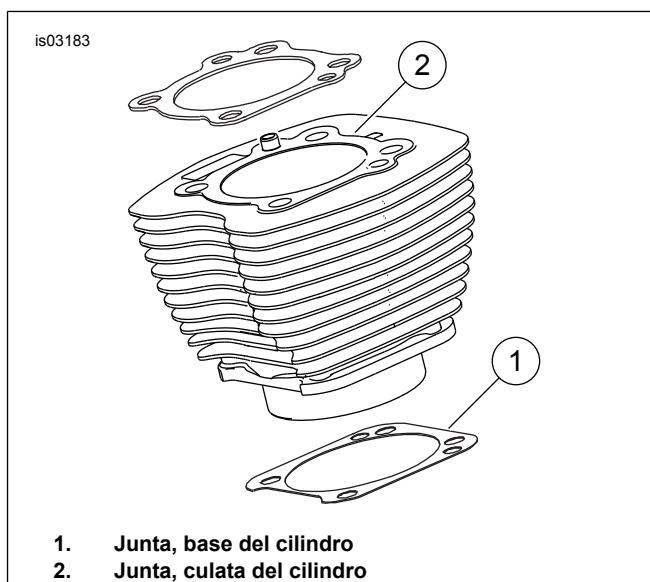

Figura 1. Juntas de los cilindros
- Vea Figura 1 . La junta de la base del cilindro (1) de 103,1 mm (4 in) y la junta de la culata del cilindro (2) eliminan la necesidad de o-rings. No utilice o-rings en los pasadores de localización del cilindro ni en las lumbreras del cilindro.
- Al instalar la nueva junta de la base (1), instale con el lado grabado hacia abajo y el lado cóncavo hacia arriba.